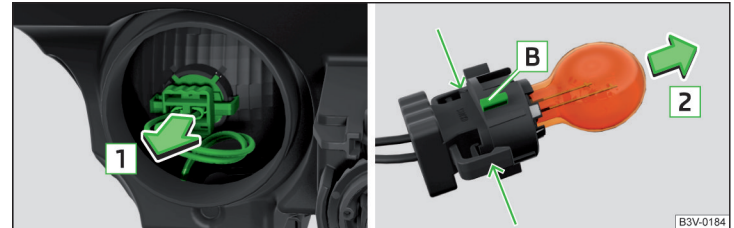

Abb. 272 Glühlampe für Blinklicht wechseln
- › Den Sockel mit der Glühlampe mit Wackelbewegungen in Pfeilrichtung **1** » Abb. 272 herausziehen.